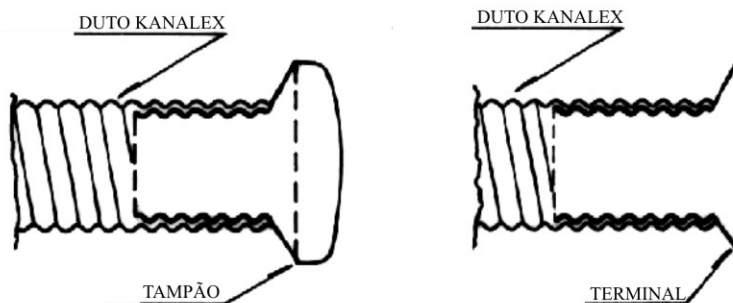

Figura 44
- a) Retirar o tampão do duto KANALEX transformando-o em terminal (Figura 44).